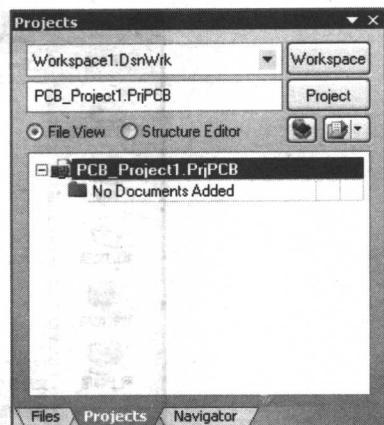

图 1-3 创建新的 PCB 设计项目
(2) 单击 PCB Project 菜单创建 PCB 设计项目，文件工作面板将切换到 Projects 页，系统自动创建名为 PCB_Project1.PpjPCB 的 PCB 设计项目，如图 1-3 所示。